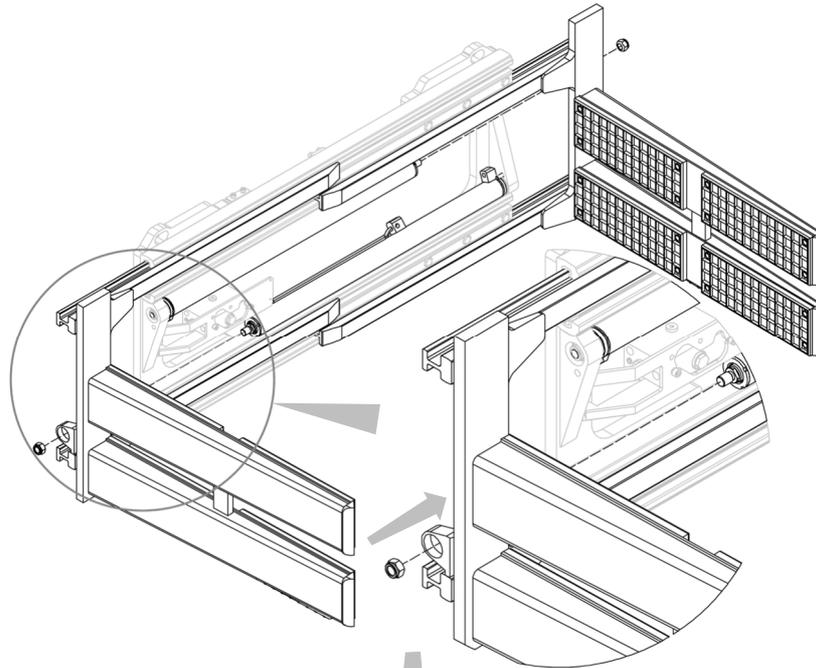
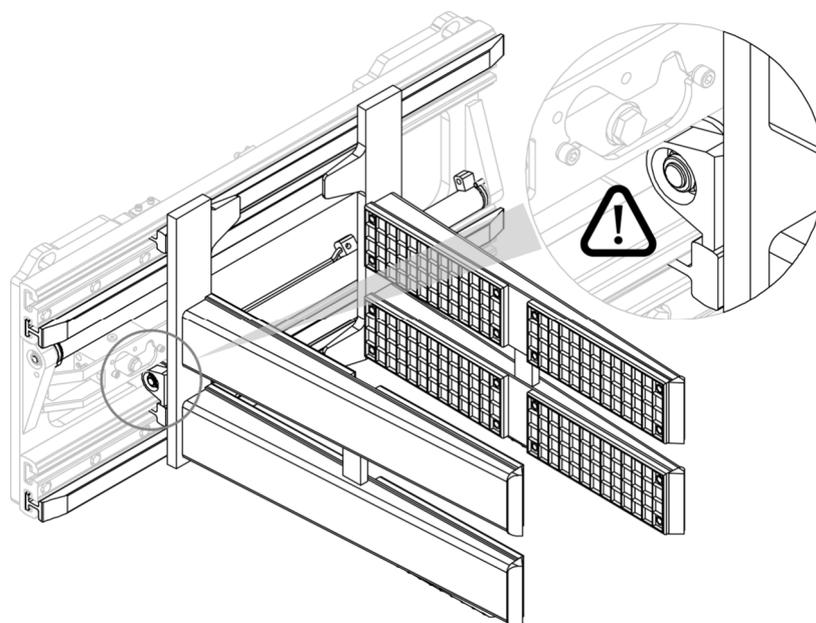

Figure 13
Figure 14
2. Insérer les fourches, avec les mâchoires correspondantes, dans leurs logements et les relier aux vérins à l'aide des écrous correspondants (voir *Figure 13* et *Figure 14*).